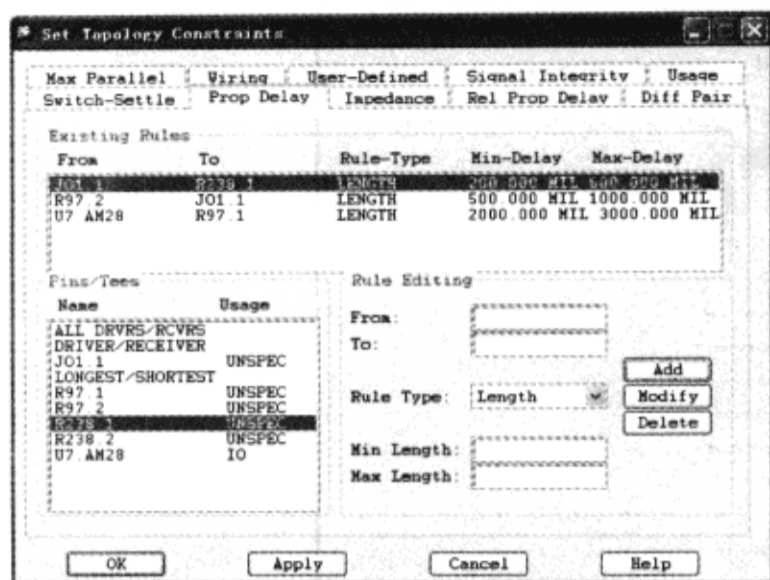

图 3-9-37 添加约束
(7) 单击“Add”按钮添加约束设置，如图 3-9-37 所示。